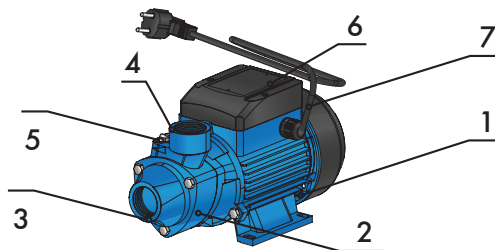

Рисунок 2
4.2. Основные составляющие поверхностного насоса (рисунок 2)